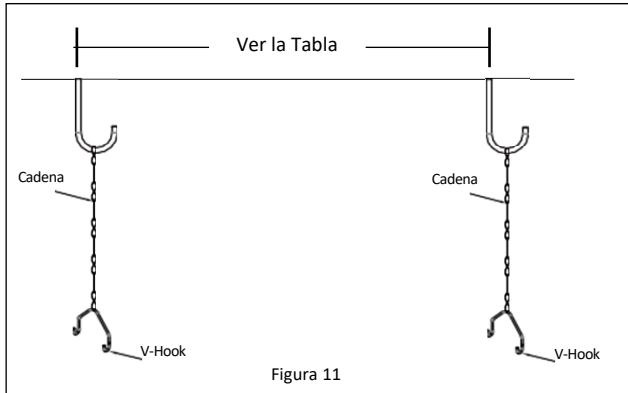

Figura 11
2. Coloque el eslabón que le proporcione la altura de montaje deseada en el gancho y enrosque el gancho en V a través del último eslabón de la cadena, como se muestra en la **figura 11**.